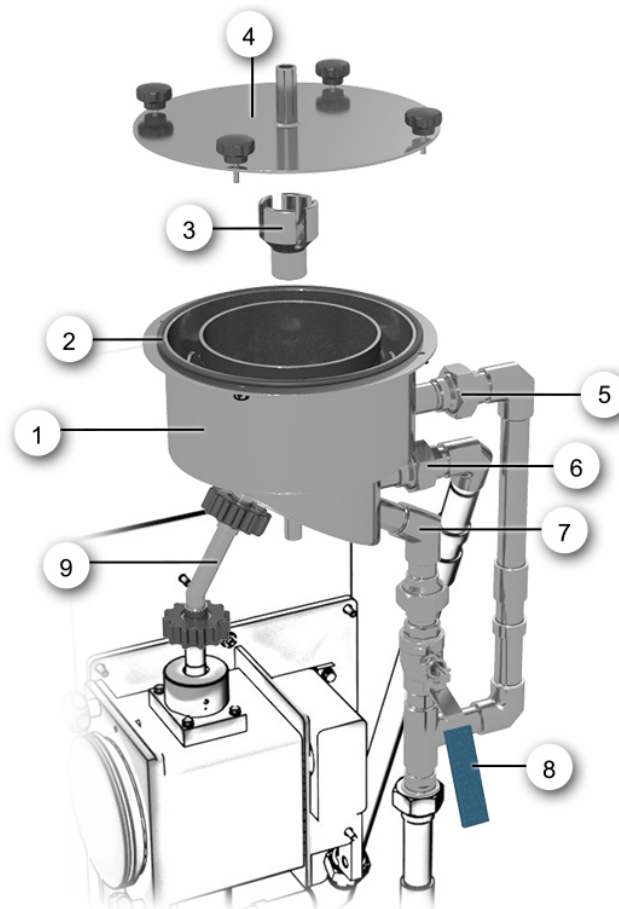

Abbildung 19: Probenaufbereitungs-System OilGuard 2
4.	Den Hahn zur Entleerung (Abbildung 19, Pos. 8) langsam öffnen und die Probenaufbereitung leerlaufen lassen.
5.	Die Arretierschrauben lösen und Deckel (Abbildung 19, Pos. 4) der Probenaufbereitung entfernen.
6.	Die Dichtung (Abbildung 19, Pos. 2) kontrollieren und gegebenenfalls ersetzen.
7.	Den Skimmer (Abbildung 19, Pos. 3) aus dem Gefäß (Abbildung 19, Pos. 1) entfernen und reinigen.